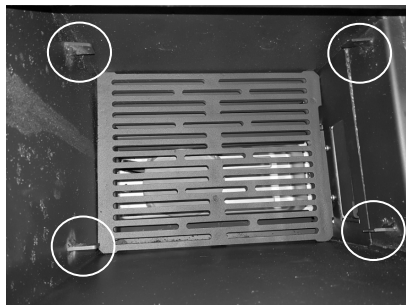

Figura 12
- Coloque la rejilla en los soportes marcados en la Figura 12. Vuelva a colocar la placa de calefacción de la cocina.